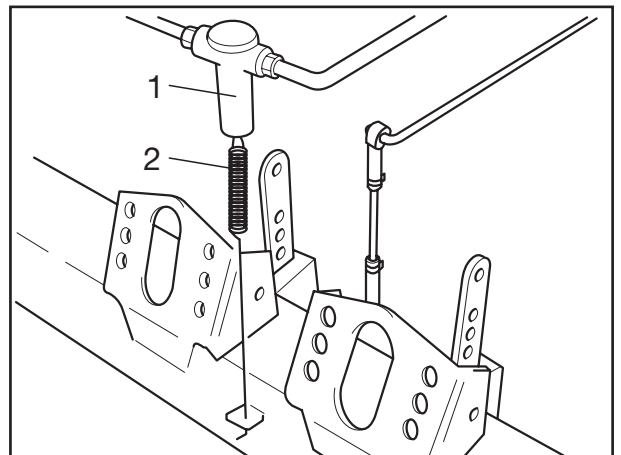

Fig. 23
- [35] Zugfeder (Fig. 23/2) des Absperrventils (Fig. 23/1), falls vorhanden, in die Lasche einführen und am Absperrventil einhängen.
[35] Insert tension spring (Fig. 23/2) of shut-off valve (Fig. 23/1), if available, into the shackle (Fig. 23/3) and attach to the shut-off valve.
[35] Introduire le ressort de traction (fig. 23/2) de la valve d'arrêt (fig. 23/1) si elle déjà en place (fig. 23/3), dans l'éclisse et l'accrocher au robinet.